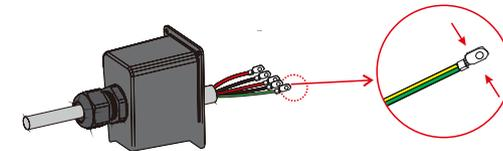

Figure 4.3-5 Installation des bornes de connexion AC
Étape 3. Installez la borne de connexion AC sur le câble. Voir la figure 4.3-5.